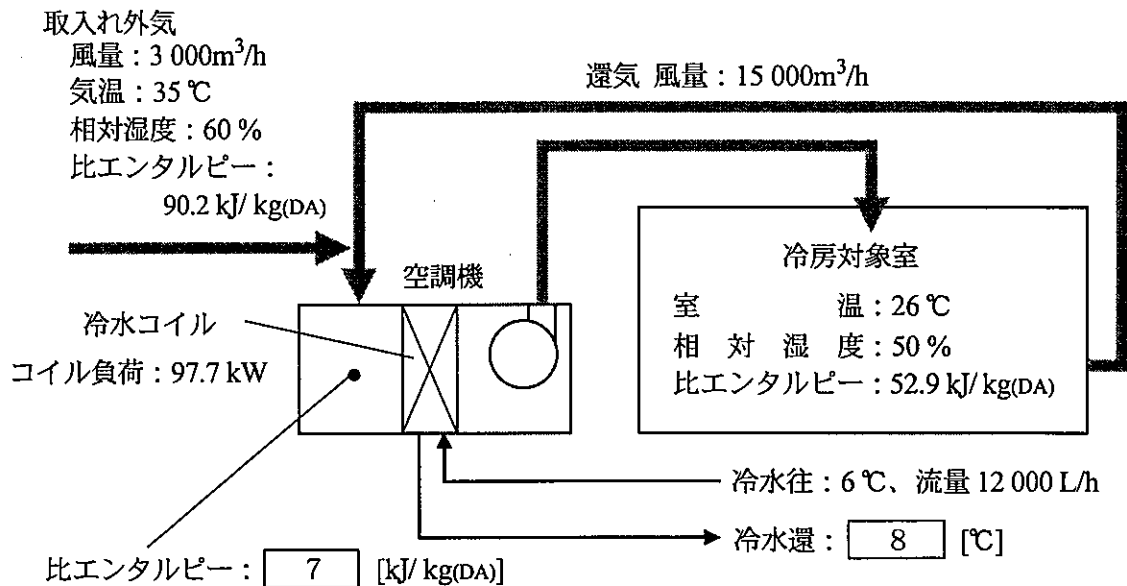

図2 空調システム
- (2) 図2のような、取入れ外気と室内からの還気を一定比率で混合した空気を、冷水コイルで冷却除湿した後に冷房対象室へ送風する空調機がある。各点の温湿度や風量・流量等は図2に示すとおりである。ここで、空気の密度は $1.2 \text{ kg(DA)}/\text{m}^3$ 、比熱は $1.0 \text{ kJ}/(\text{kg}\cdot\text{K})$ 、また水の密度は 1.0 kg/L 、比熱は $4.19 \text{ kJ}/(\text{kg}\cdot\text{K})$ とする。なお、 kg(DA) は乾き空気の質量を表す。